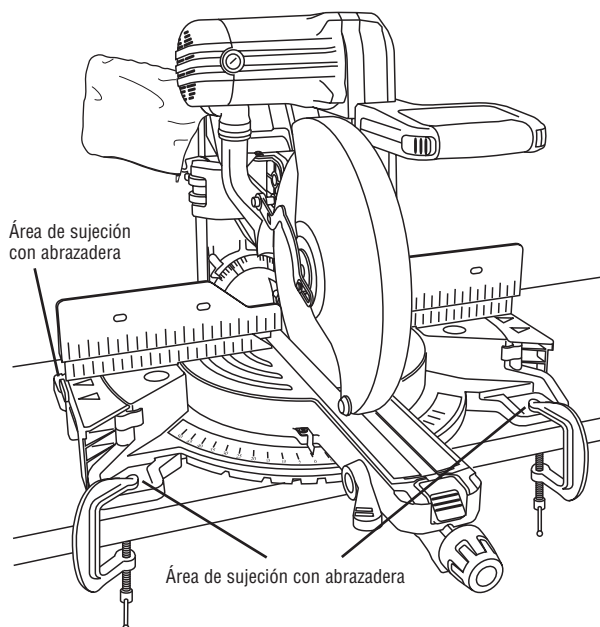

Figura 29. Montaje temporal utilizando abrazaderas
- Coloque dos (2) o más abrazaderas en "C" en las áreas de fijación con abrazaderas y fijelas (Figura 29). Hay áreas de sujeción con abrazadera en las cuatro esquinas de la sierra.
- Tenga cuidado de no poner las abrazaderas sobre las palancas de sujeción de las extensiones de la base (Figura 29).